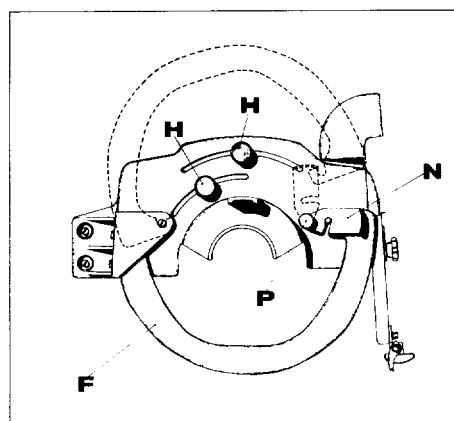

Fig. 23
1. Turn the guide square (N) until the internal protection (F) is completely free. 2. Turn the internal protection until it is in the position indicated in Fig. 23 shown with dotted lines. 3. Assemble the guard onto the motor and tighten by means of wing nut. 4. Replace the internal protection (F) in position and re-position the guide square (N) by means of knob (P).
1. Ruotare la squadretta (N) fino a liberare completamente la protezione interna (F). 2. Ruotare la protezione interna fino alla posizione indicata in fig. 23 tratteggiata. 3. Montare la cuffia sul motore e serrare per mezzo del galletto. 4. Rimettere in posizione la protezione interna (F) e riposizionare la squadretta (N) agendo sul pomello (P).
1. Tourner l'équerre-guide (N) pour libérer complètement la protection intérieure (F). 2. Tourner la protection intérieure jusqu'à la position indiquée à la figure 23 en ligne pointillée. 3. Monter le protecteur sur le moteur, serrer au moyen de l'écrou à oreille. 4. Remettre à sa place la protection intérieure (F) et l'équerre (N) au moyen de la molette (P).
1. Das Sicherungsblech (N), soweit zu Seite drehen, bis der innere Blattschutz frei ist. 2. Den inneren Blattschutz drehen wie nebenstehend in Fig. 23 mit gestrichelten Linien gezeigt. 3. Die Schutzhaube auf den Motor aufsetzen und befestigen mittels der Flügelmutter. 4. Den inneren Blattschutz (F) sowie das Sicherungsblech (N) mittels Rändelschraube (P), wieder in die Ausgangs-Position bringen.
1. Draai geleidingsstuk (N) tot de binnenbescherming (F) helemaal vrij is. 2. Draai de binnenbescherming tot ze staat zoals in stippellijn in Fig. 23 is aangeduid. 3. Monteer de beschermkap op de motor en zet ze vast met behulp van de vleugelmoer. 4. Zet de binnenbescherming (F) terug in de oorspronkelijke stand en plaats het geleidingsstuk (N) terug met behulp van knop (P).